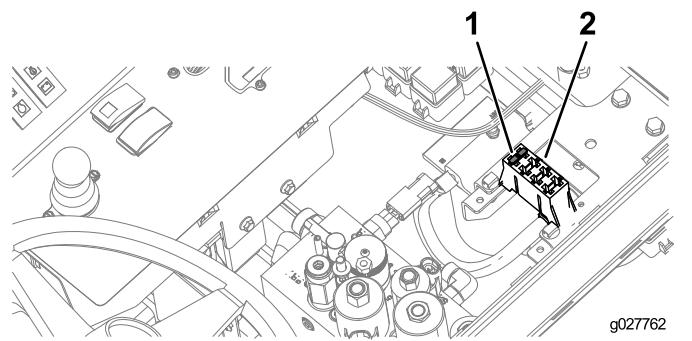

Рисунок 8
4. Установите предохранитель в блок предохранителей (Рисунок 8).